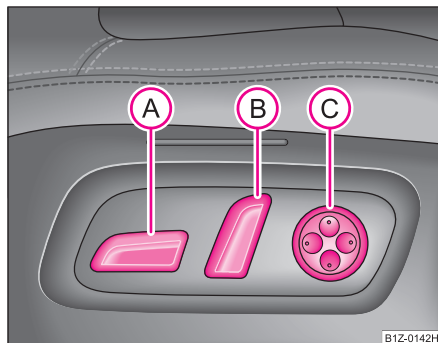

Fig. 61 Vista lateral:
- Desplace el interruptor (A) o (B) ⇒ página 87, fig. 61 hasta la posición de ajuste deseada.
- A fin de aumentar la convexidad del apoyo lumbar, pulse el conmutador (C) delante ⇒ página 87, fig. 61.
- A fin de reducir la convexidad del apoyo lumbar, pulsar el conmutador (C) detrás.
- A fin de posicionar más alta la convexidad del apoyo lumbar, pulsar el conmutador (C) arriba.
- A fin de posicionar más baja la convexidad del apoyo lumbar, pulsar el conmutador (C) abajo.